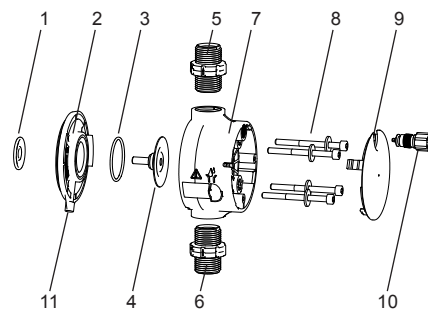

Fig. 41 Remplacement des vannes et membranes
<p>Rechercher d'éventuelles fuites au niveau de l'orifice de purge (fig. 41, pos. 11) et vérifier si ce dernier est obstrué ou sale.</p> <p>Si c'est le cas, suivre les instructions du paragraphe 7.6 Rupture de la membrane.</p>
Ce paragraphe fait référence à la fig. 41.
En cas de fuite ou de rupture de la membrane, le liquide de dosage s'échappe de l'orifice de purge (fig. 41, pos. 11) sur la tête de dosage.
En cas de rupture de la membrane, la membrane de sécurité (fig. 41, pos. 1) protège le corps de la pompe contre toute entrée de liquide de dosage.
Lors du dosage de liquides cristallisants, il est possible que la cristallisation obstrue l'orifice de purge. Si le fonctionnement de la pompe n'est pas interrompu sur-le-champ, de la pression peut s'accumuler entre la membrane (fig. 41, pos. 4) et la membrane de sécurité dans la bride (fig. 41, pos. 2). La pression peut faire passer le liquide de dosage à travers la membrane de sécurité dans le corps de la pompe.